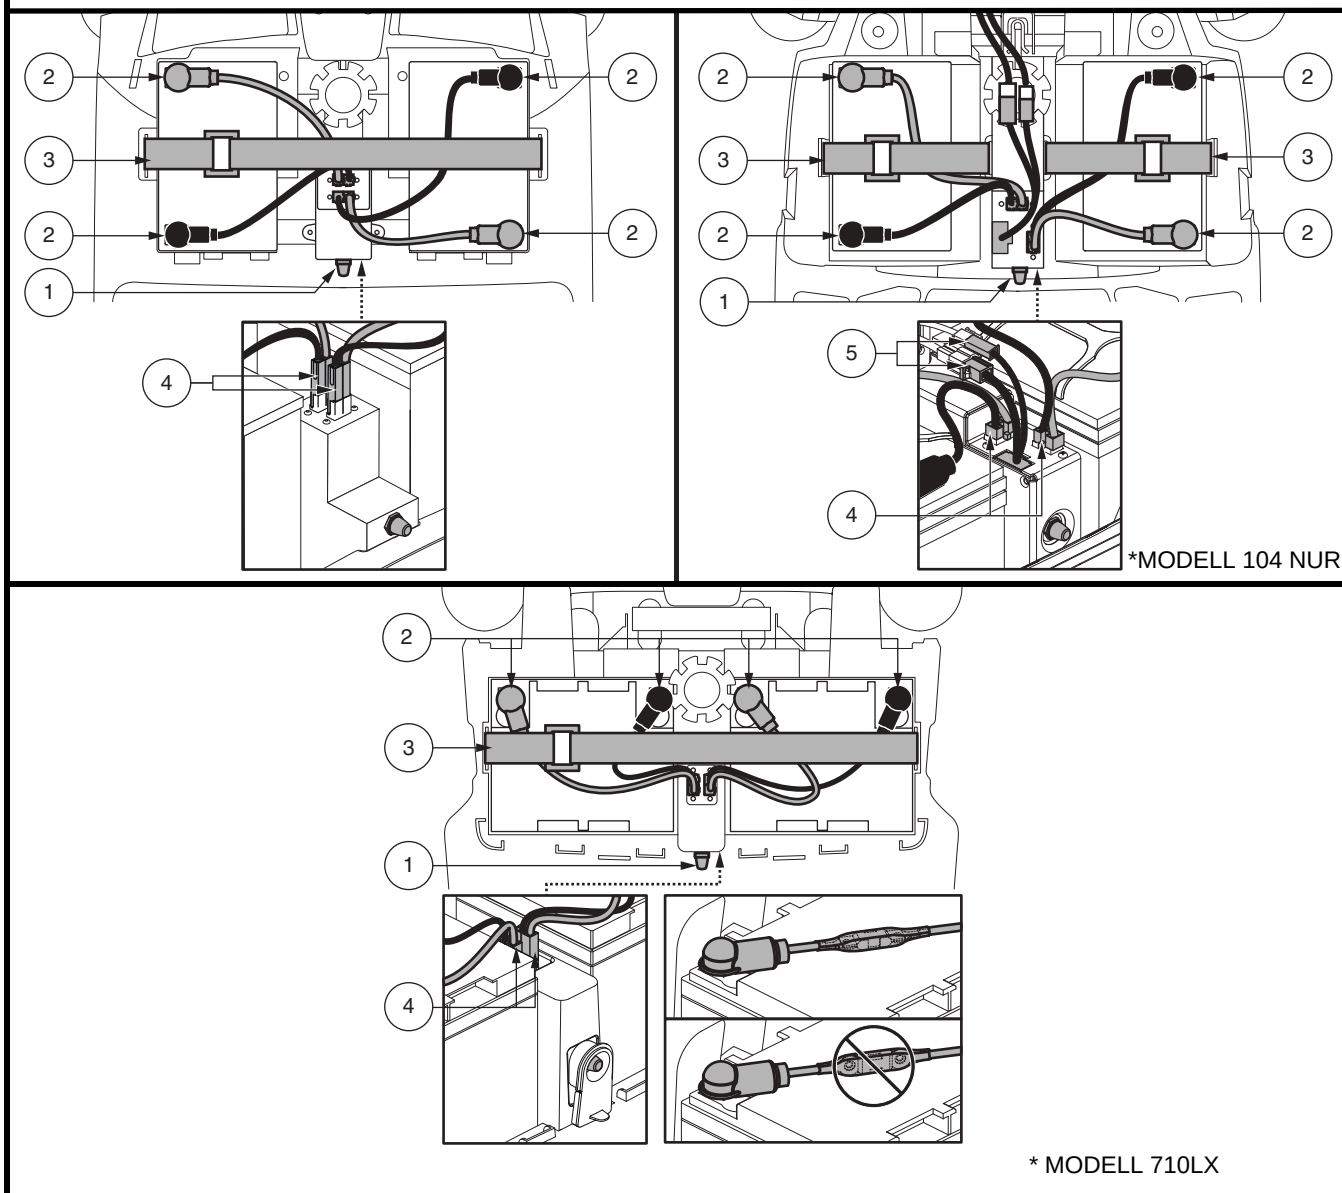

Abb. 11. Batterie Ausbau/Einbau Batteriepole und Verabelung
2. Lösen Sie den Haltegurt der Batterie. **Siehe Abb. 11.**
3. Trennen Sie die Batterienkabel und ziehen Sie sie gerade nach oben. **Siehe Abb. 11.**
6. Legen Sie neue Batterien ein. Jeder Anschluss sollte vom Sitzpfosten wegschauen. **Siehe Abb. 11.**